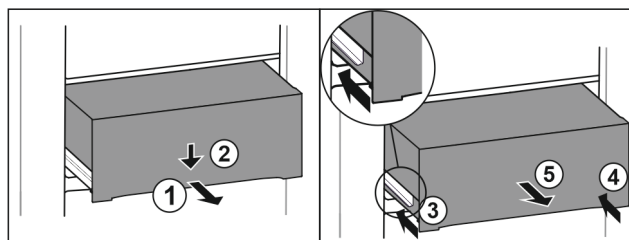

Fig. 104
- Schubfach halb herausziehen. *Fig. 104 (1)*
- Schubfach an der Vorderseite nach unten drücken. *Fig. 104 (2)*
- Linke Schiene etwa 2 cm einschieben. *Fig. 104 (3)*
- Rechte Schiene etwa 2 cm einschieben. *Fig. 104 (4)*
- ▶ Schubfach nach vorne entnehmen. Fig. 104 (5)